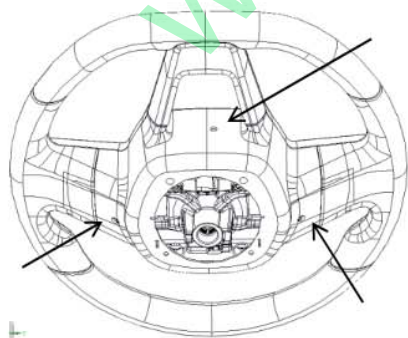

图 6-3 不带换挡拨片的转向盘
①通过转向盘 3 点、6 点、9 点钟方向的三个小圆孔（孔 $\phi 6$ ），使用小一字起或小杆推动内部弹簧，松开 DAB。如图 6-3 所示。